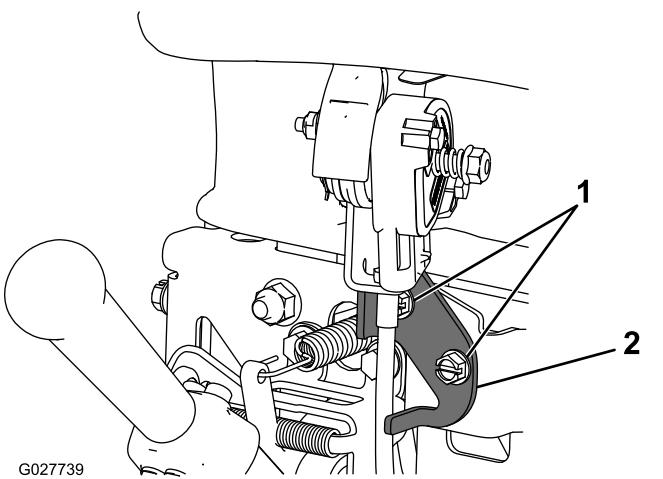

Figura 33
- Allentate i 2 dispositivi di fissaggio che fissano il comando dell'acceleratore (Figura 33).